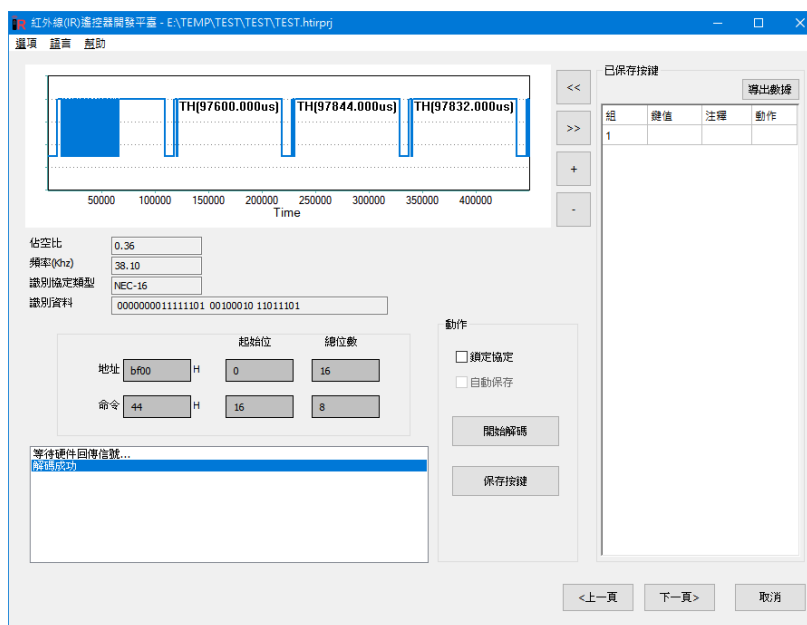

Fig.48 一般型遙控器接收校驗
2. 由新建檔案進入“學碼 / 查看波形模式”，跳入 Fig.48 軟體界面。
在 Fig.48 中，軟體的上方還原出遙控器發碼波形圖，波形與 IR 接收器件 1838 輸出方式類似，有載波的 MARK 用低電位顯示，無載波的 SPACE 用高電位顯示。波形圖右方有放大縮小和左右移動的按鈕。也可以用滑鼠在波形圖按住滑鼠左鍵向右下方畫出一個矩形，可將圖形放大，按住滑鼠左鍵向右上方畫出一個矩形，可將圖形縮小。按住滑鼠右鍵左右拖動可以移動查看圖形。